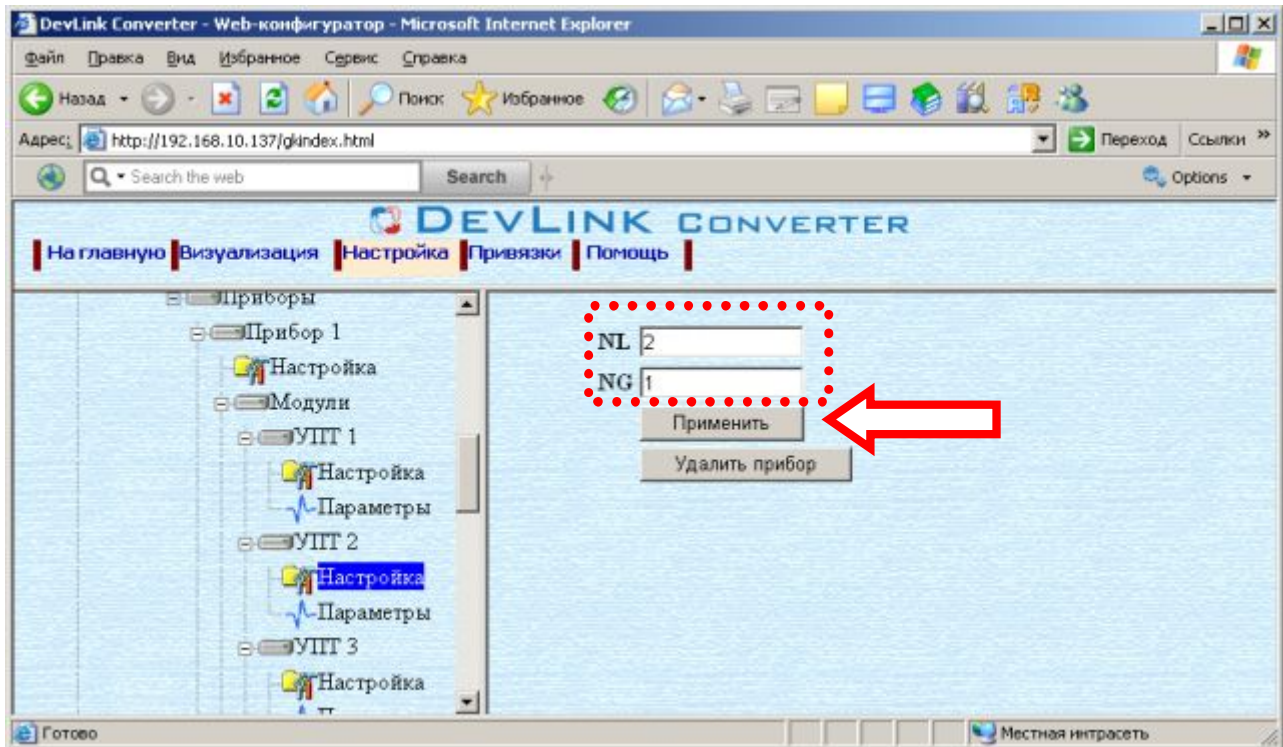

Рисунок 3.11 – Настройка модуля
- Выберите в дереве объектов папку *«Настройка»* модуля нужного прибора драйвера (рисунок 3.11).
- Задайте необходимые настройки и нажмите кнопку «Применить» (рисунок 3.11).